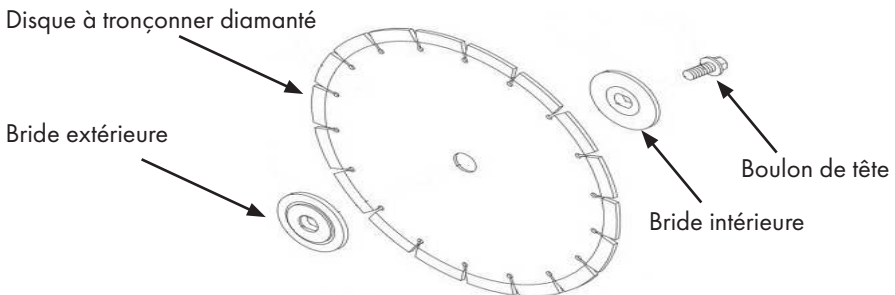

Figure 3
- Insérez le disque diamant comme indiqué sur les figures 3, 4 et 5. Serrez la vis à l'aide de la clé fournie.